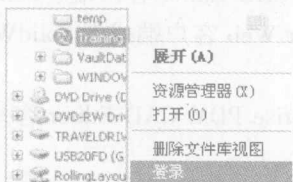

图 2-3 登录菜单
2. 可选的登录方式 也可以选择用右键单击图标“ Training”, 再选择【登录】, 如图 2-3 所示。